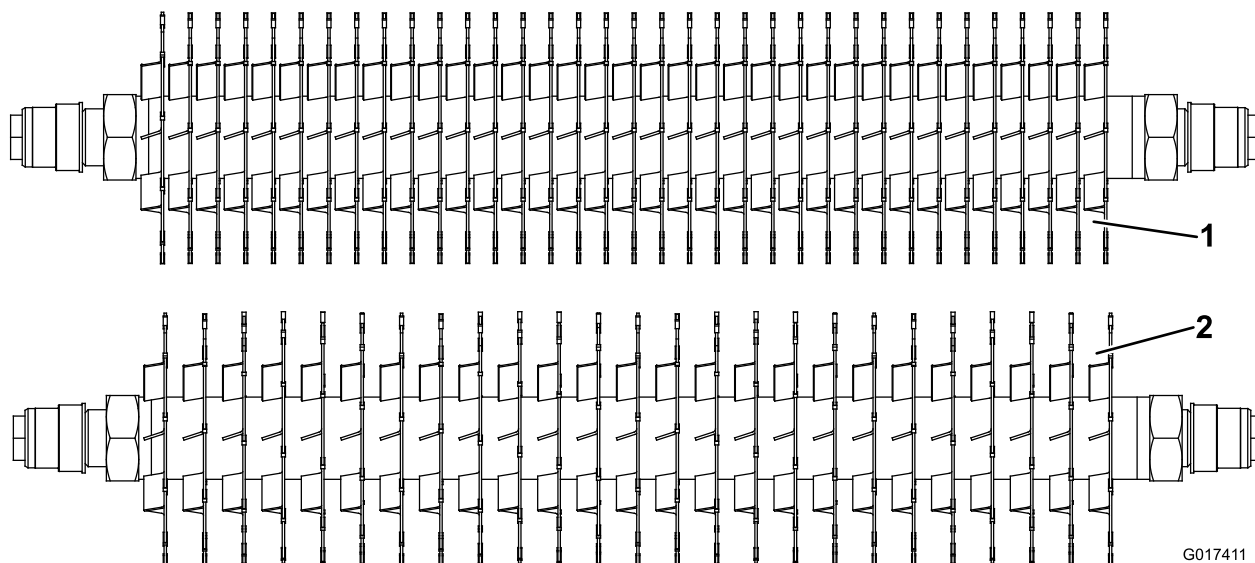

Figure 13
Pour modifier la configuration du verticutter et passer de l'espacement standard de 1,9 cm à un espacement de 1,25 cm, il vous faut (34) entretoises supplémentaires, réf. 17-1580 et (10) lames au carbure supplémentaires, réf. 106-6355 ou bien (10) lames ordinaires supplémentaires, réf. 17-1590 (Figure 13).